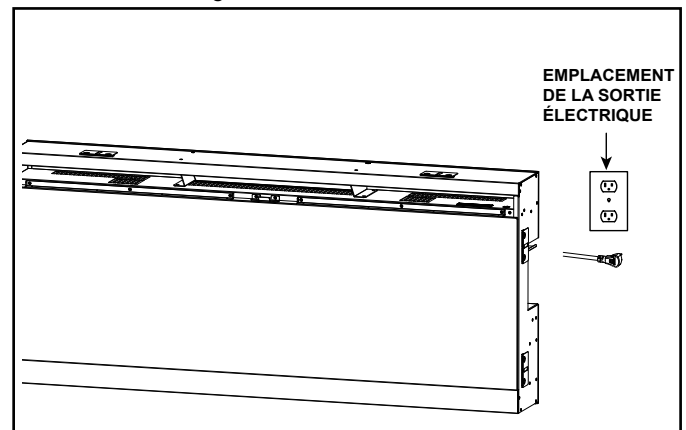

Figure 3.3 Emplacement de la prise électrique
4. Remplacez l'ensemble de cordon, la plaque protectrice du bornier et les vis de fixation. Branchez le cordon dans la prise la plus proche. Voir la figure 3.3.